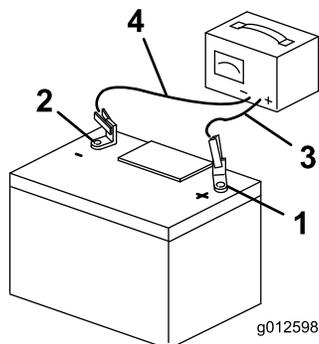

図 52
3. 充電が終わったら、チャージャのプラグをコンセントから抜いてから、チャージャのリード線をバッテリー端子から外す（図 52）。